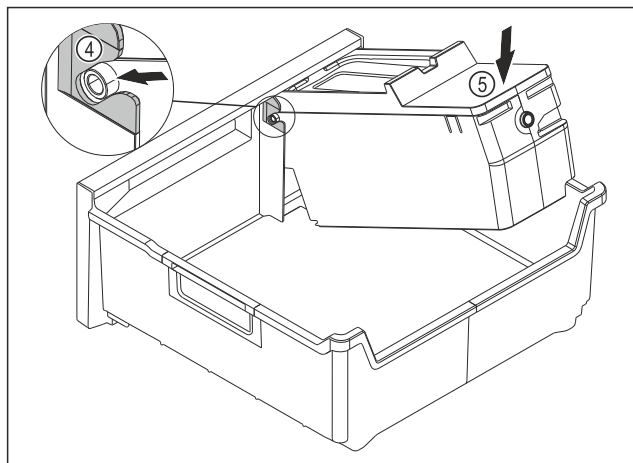

Fig. 78
- ▶ Montáž korpusu EasyTwist-Ice: Osi korpusu EasyTwist-Ice zasuňte do vedení Fig. 78 (4).
- ▶ Zatlačte korpus EasyTwist-Ice Fig. 78 (5) zozadu smerom nadol.